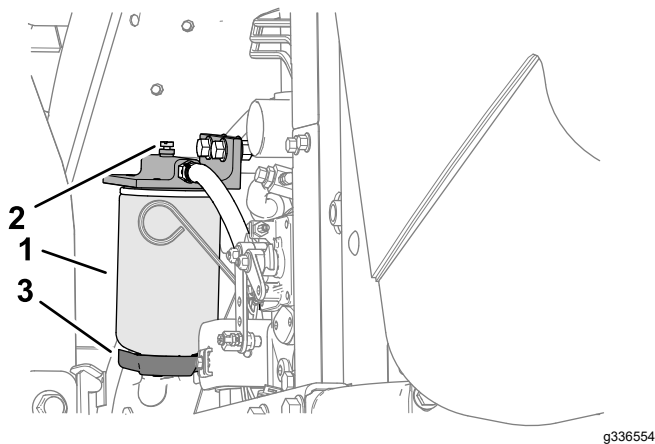

Bild 77
4. Lösen Sie das Ablassventil an der Unterseite der Filterglocke (Bild 77).
3. Reinigen Sie den Anbaubereich der Filterglocke (Bild 77).